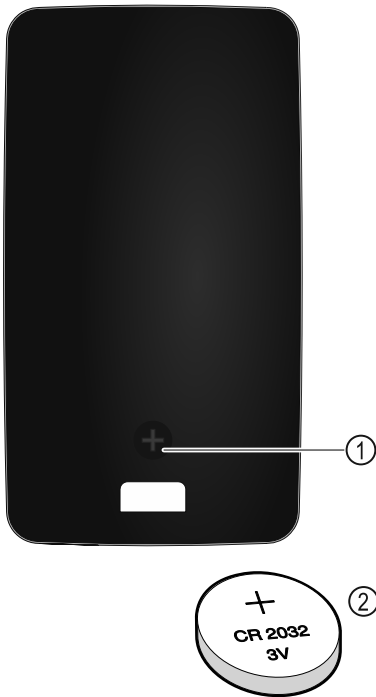

Fig. 260
Електроживлення дистанційного керування відбувається через батарею тип CR 2032 з 3В Fig. 260 (2), яку можна отримати в спеціальних магазинах.
- ▶ Викрутити гвинт Fig. 260 (1) дистанційного керування.